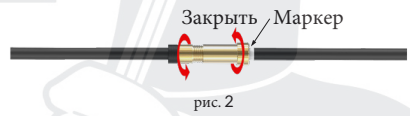

рис. 2
- Слегка отведите гильзу назад и установите цангу, закрепив ее на гильзе в отмеченном положении (рис. 2).